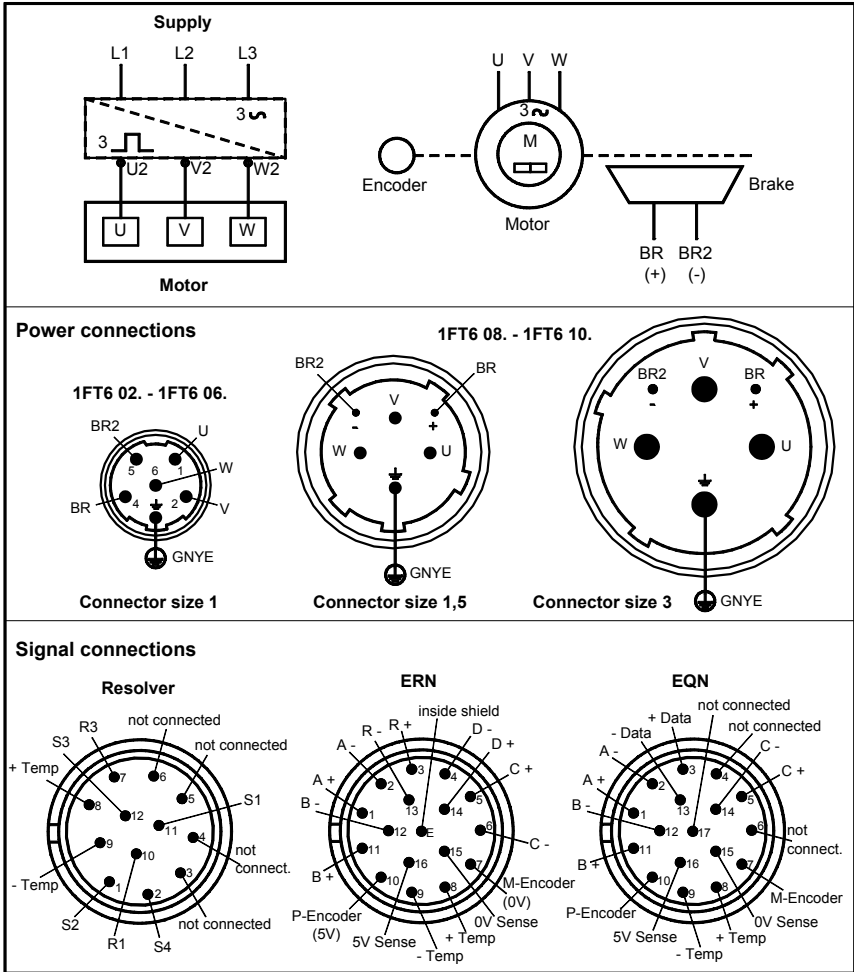
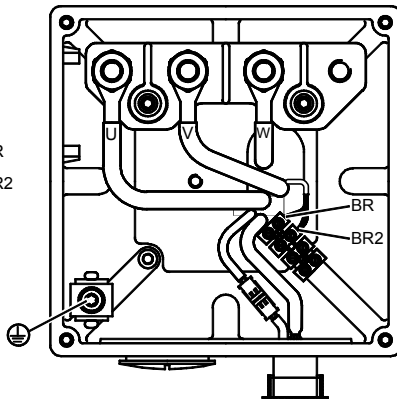

Fig. 6 Circuito elettrico
Fig. 8 Morsettiere
- Osservare i dati della targhetta (Cap. 3.1) e le indicazioni degli schemi elettrici (Fig. 6).
2. Effettuare la piedinatura dei connettori come da Fig. 6. Collegare il conduttore di protezione.
3. Collegare il freno tramite il connettore di alimentazione come da Fig. 6.
2. Effettuare la piedinatura dei connettori come da Fig. 6.
1. Eseguire la piedinatura dei morsetti sulla morsettiere per Fig. 8, allacciare il conduttore di protezione.
- Allacciamento del freno tramite spine di potenza (Fig. 6) o morsettiere (Fig. 8).
Applicare sui Pins BR, BR2 (Fig. 6, Fig. 8) 24 V DC $\pm 10\%$ e verificare la corsa libera del rotore (nessun rumore di abrasione).